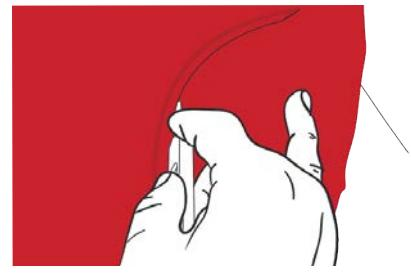

Figure 24
- › Pour réaliser la découpe, la lame du cutter doit être placée contre le bord de la pièce adjacente. Réaliser la coupe en restant toujours dans le prolongement de cette arrête. (FIG. 24)